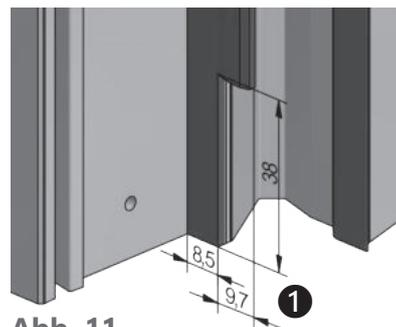

Abb. 11
BEI ALLEN TÜREN (Abb.11)
- Zusätzlich muss die Bodendichtung bei allen Türen noch zum Adapterprofil und den Endkappen hin mit Silikon abgedichtet werden (siehe Abb.11). Darauf achten, dass kein Silikon in die Bodendichtung oder auf die Dichtfläche gelangt.
- Mitteldichtung am Profil ausklinken (Abb. 11)